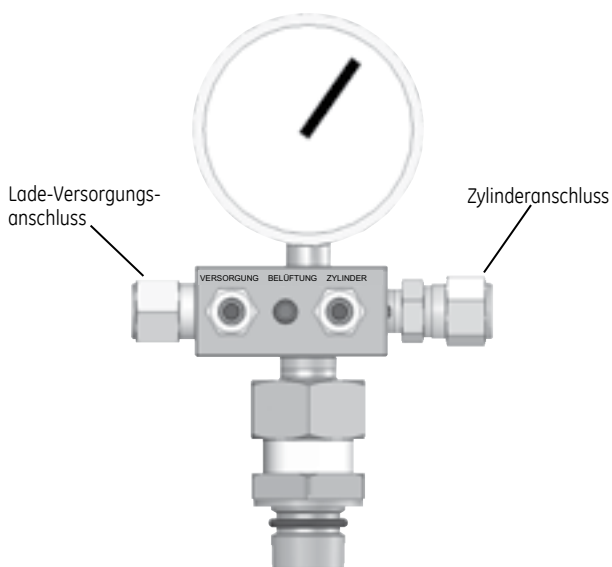

Abbildung 4 – Mantel-Baugruppe
2. Das 1/2" MNPT-Ende, das Ende mit dem O-Ring der Mantelanschluss-Baugruppe, siehe Abbildung 4, wird in den 1/2" FNPT-Mantelanschluss der Druckentlastung eingeschraubt.